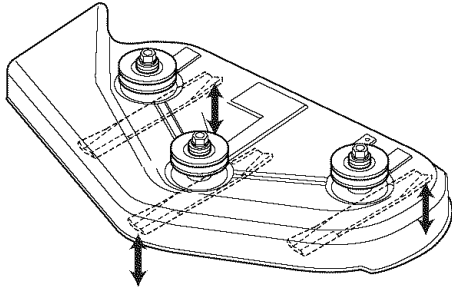

Figura 40. Orientar las Aspas de Adelante hacia Atrás
1. Gire las aspas de adelante hacia atrás como se muestra en la Figura 40. Mida la distancia del suelo a la punta delantera del aspa central, y del suelo a la punta trasera de las aspas izquierda y derecha (Figura 40). Las puntas delanteras deben estar 1/8"-1/4" (3-6mm) más altas que las puntas traseras. Si no, proceda con el paso 2.